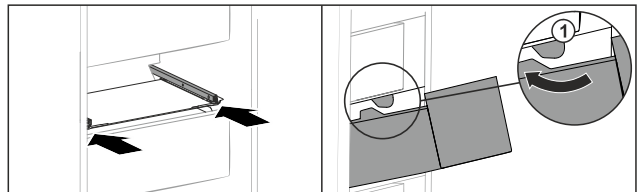

Fig. 206
- Schubfach um die Stopper Fig. 206 (1) herumführen.